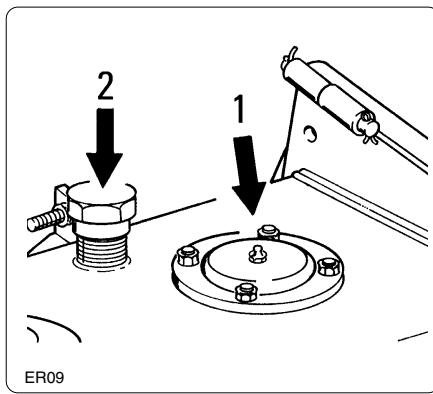

fig. 7.4.3
- Den Ölstand im Radkasten mit dem Ölstandsstopfen prüfen (Abb. 7.4.3 - Pos. 2) und ggf. Öl bis zur Kerbe auf dem Ölmeßstab nachfüllen.